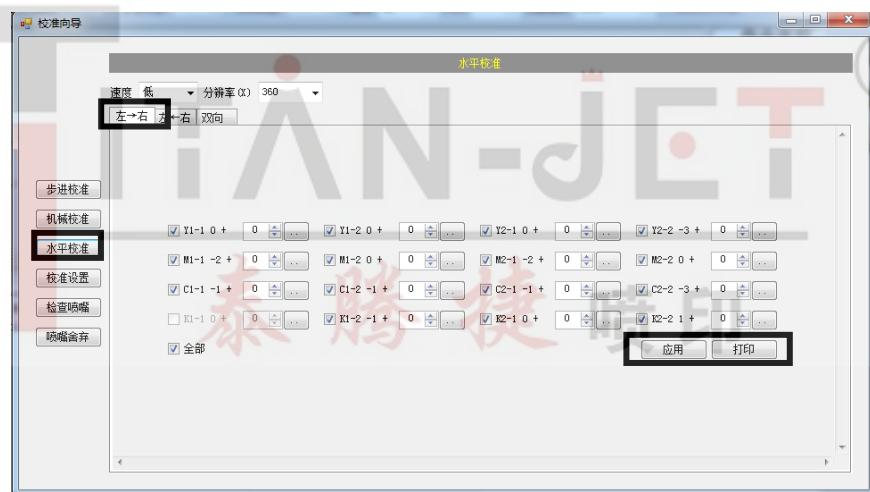

图 8.20 水平校准--从左到右
2.4.1 选择“水平校准-->左→右”，单击“打印”，打印机会打印出一段“测试条”，如图 8.20 所示。测试条共有 23 排图案，与界面中的 23 个选项一一对应。观察测试条中每一排的图案，找出每一排中对齐的图案，并把相对应的数值填入对应选项中（根据每一排前的标号选择）。将每个值填写完毕后，点击“应用”按钮即可。重复以上步骤，继续打印，直到图形中每排图案对应的值都为”0”，如 8.21 所示。